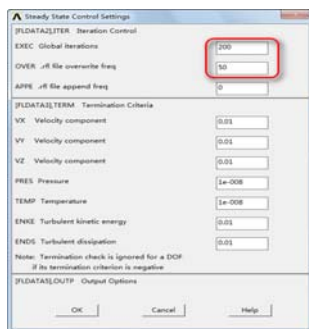

图 8-71 FLOTTRAN Solution Options 对话框 图 8-72 “Steady State Control Settings”对话框
- ① 依次选择 Utility Menu→Select→Everything。
- ② 依次选择 Main Menu→Solution→FLOTTRAN Set Up→Solution Options，会弹出“FLOTTRAN Solution Options”对话框，如图 8-71 所示。在“TEMP Adiabatic or thermal”下拉框中选择“Thermal”，其余选项采用默认设置，单击“OK”按钮关闭该对话框。